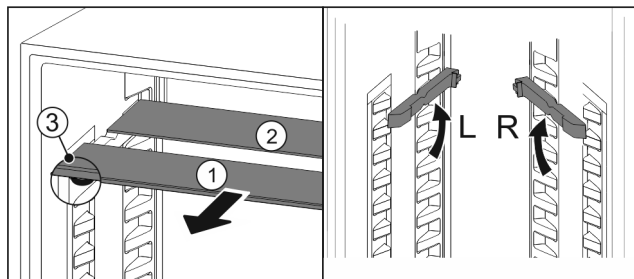

Fig. 85
- Vytiahnite sklené dosky jednotlivo dopredu Fig. 85 (1).
- ▷ Sklená doska Fig. 85 (1) s ozdobnou lištou leží vpredu.
- ▷ Zarážky Fig. 85 (3) ukazujú nadol.